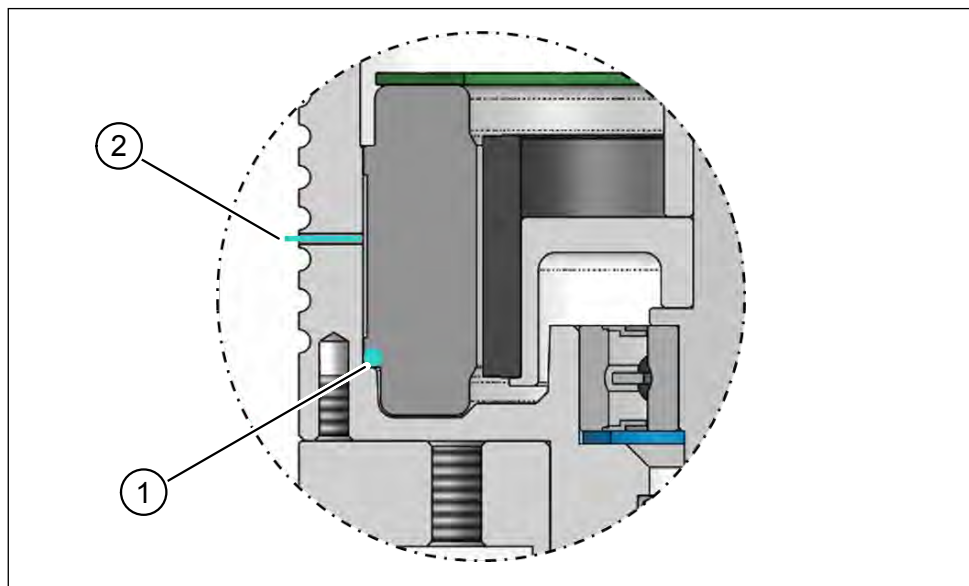

Abb. 12: Stator einkleben
- ▶ Tragen Sie auf die Kante (Pos. 1 in Abb. 12) im Gehäuse umlaufend eine Kleberaube auf (z. B. LOCTITE 9497).
- ▶ Injizieren Sie Klebstoff in die Einspritzbohrung (Pos. 2 in Abb. 12) am Gehäuse, bis der Klebstoff an der Einspritzbohrung auf der gegenüberliegenden Seite austritt. Schwenken Sie dabei die Spritze etwas seitlich, damit sich der Klebstoff gleichmäßig verteilt.